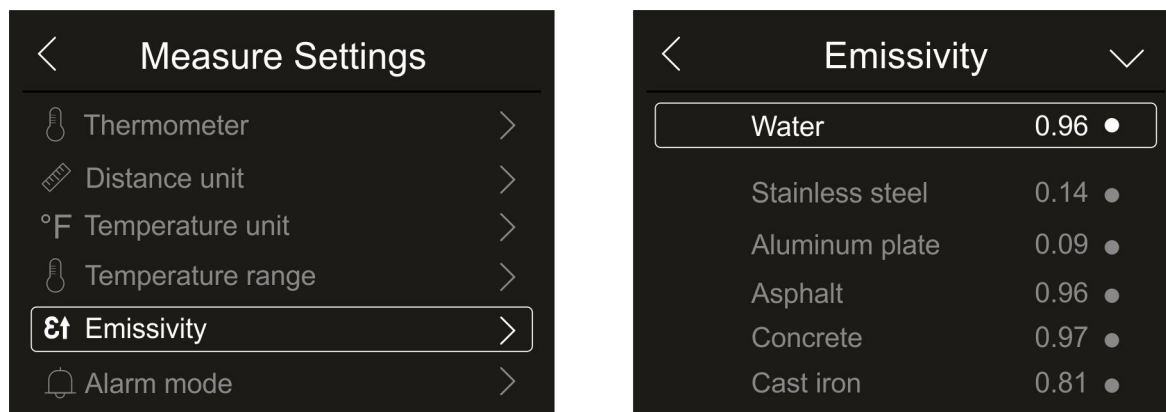

Fig. 25: Menu de configuração de emissividade
1. Clique em “Temperature unit” para definir a unidade de medição de temperatura. Fig. 25 - o lado direito é exibido: